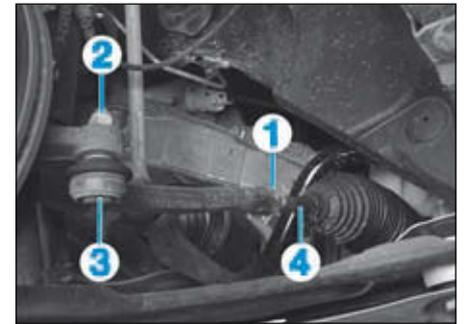

FIG.16
- Desserrer le contre-écrou (1) de réglage de parallélisme (Fig.16).
- Déposer l'écrou (2), puis à l'aide d'un arrache-rotule, extraire la rotule (3) du pivot.
- Dévisser la rotule de direction (3) en maintenant la biellette de direction (4) à l'aide d'une clé plate.